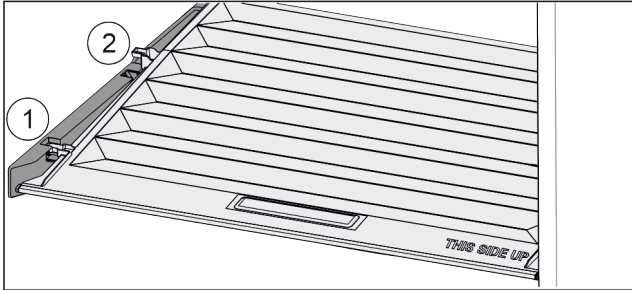

Fig. 115
- ▶ Deckel bis zur Öffnung in den Halteteilen nach vorne ziehen Fig. 115 (1).
- ▶ Hinten von unten anheben und nach oben wegnehmen Fig. 115 (2).